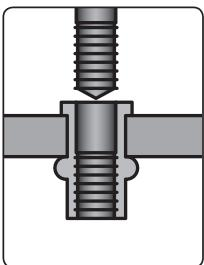

Abb. 7
- 7) Ändern Sie anschließend die Drehrichtung nach links, lösen Sie den Nietadapter, damit dieser sich drehen kann, und durch Inbetriebsetzung der Bohrmaschine schrauben Sie den Adapterschaft aus der Nietmutter heraus (Abb. 7).